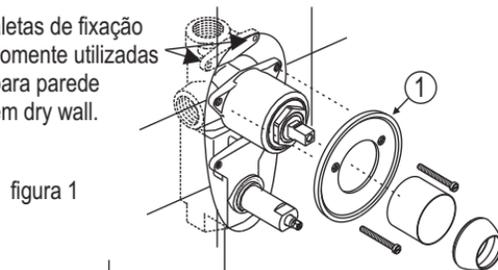

figura 1
- 2** Fixe o suporte (1) com os dois parafusos, utilizando uma chave de fenda, conforme figura 1 abaixo.